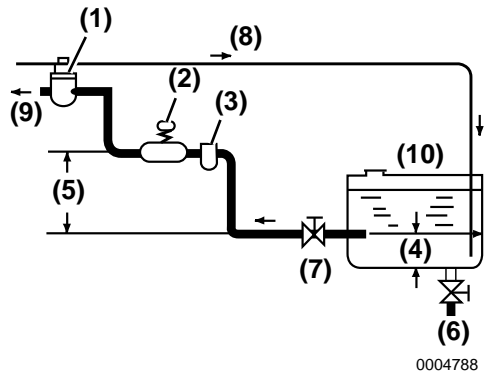

Figure 2
La sortie de carburant doit se trouver à 20 - 30 mm (0,75 à 1,125 po) au-dessus du fond du réservoir (**Figure 2, (4)**) pour que seul du carburant propre soit distribué au moteur.
Installez le conduit de carburant entre le réservoir de carburant et la pompe d'injection du carburant, tel qu'illustré sur la **Figure 2**. Le séparateur carburant / eau recommandé (**Figure 2, (3)**) (en option) est installé sur le tronçon central de ce conduit.